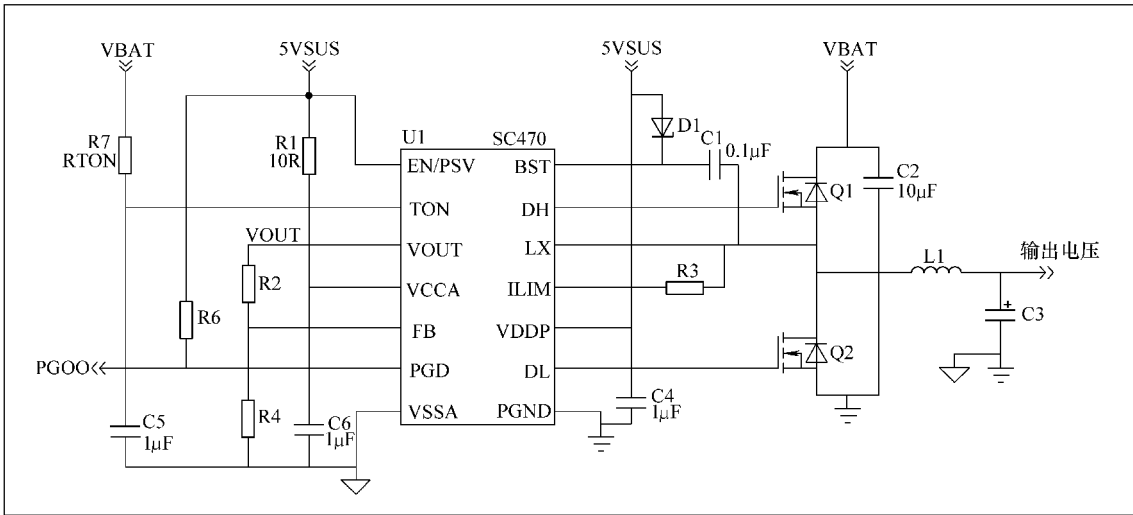

图 3-36 由 SC470 组成的显卡供电典型电路原理图
由 SC470 组成的显卡供电典型电路原理图如图 3-36 所示。在按下电源开关前，开机芯片输出的“KBC3-PWRON”控制信号为低电平，该控制信号使 SC470 的①脚（EN/PSV，使能控制端，高电平时开始正常工作）为低电平，此时 SC470 停止工作。当按下电源开关后，开机芯片输出的“KBC3\_PWRON”控制信号转为高电平，该控制信号使 SC470 的①脚为高电平，SC470 开始工作。⑨脚（DL，低侧栅极驱动器输出）、⑬脚（BST，开关管驱动信号输出端）输出相位相反的两路 PWM 波形信号，控制场效应晶体管 Q1、Q2 的导通与截